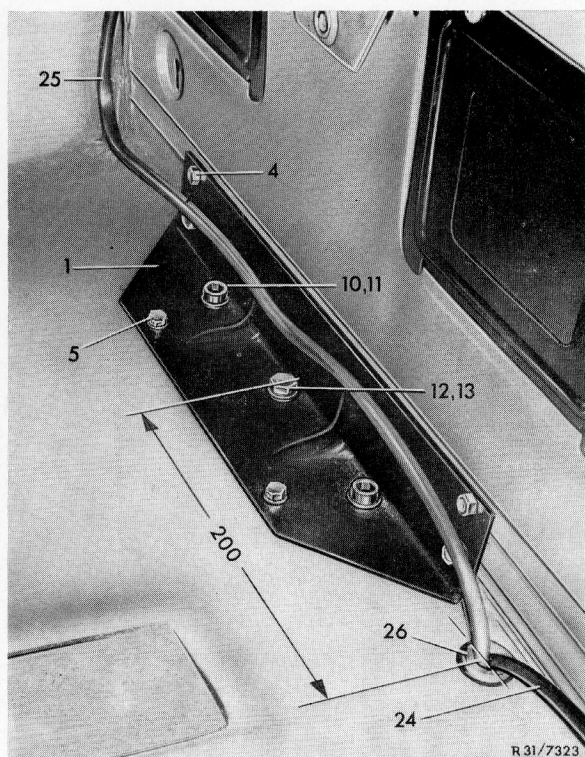

Bild 3
4 Nach dem Anzeichnen der Befestigungslöcher den Befestigungswinkel (1) herausnehmen und 6 Löcher mit 6,5 mm Durchmesser und 3 Löcher mit 8,5 mm bzw. die beiden äußeren mit 10,5 mm Durchmesser bohren (Bild 3).
14 In den Kofferboden 200 mm links von der Fahrzeugmitte aus ein Loch mit 18 mm Durchmesser bohren und Gummitülle (26) einsetzen (Bild 3).
16 Zusatzleitungssätze innen im Kofferraum, entlang dem Heckmittelstück verlegen. Anschließend mit den Befestigungsteilen (27 bis 32) am Kofferboden rechts und an Abdeckung Tankeinfüllstutzen sowie mit der Kabelabdeckung (33) und den Linsenblechschrauben (34) am Kofferboden links befestigen. Dazu 3 Löcher mit 4,5 mm Durchmesser in den Kofferboden rechts und in die Abdeckung des Tankeinfüllstutzens sowie 4 Löcher mit 3,0 mm Durchmesser in den Kofferboden links bohren. Dabei die Löcher in der Kabelabdeckung (33) als Schablone benützen (Bild 3, 7 und 8).